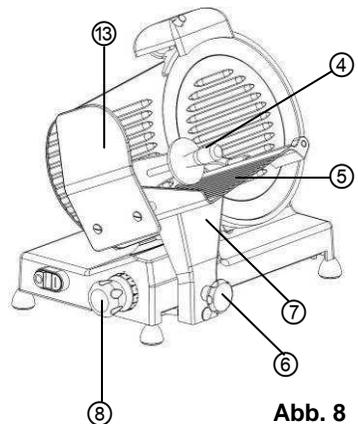

Abb. 8
- Vor der Reinigung trennen Sie das Gerät von der Steckdose (Netzstecker ziehen!) und stellen Sie sicher, dass der Schnittstärkenregler (8) auf „0“ steht.
- Schieben Sie den Schlitten (7) in Richtung Schnittstärkenregler (8) (**Abb. 8**).
- Entfernen Sie zur Reinigung den Schlitten (7) mit dem Schneideguthalter mit Pressvorrichtung (4). Lösen Sie dazu den Schlittenfeststellknopf (6), indem Sie diesen gegen den Uhrzeigersinn drehen, und nehmen Sie den Schlitten (7) ab (**Abb. 8**).